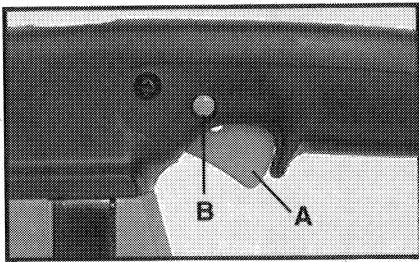

Fig. 5
1. Apriete el gatillo interruptor (A) Fig. 5 para poner en marcha el motor. Suelte el gatillo interruptor para parar el motor.
2. Botón de fijación – Un botón de fijación (B) Fig. 5 se provee para mantener la sierra en marcha sin tener que apretar el gatillo interruptor. Para fijar el gatillo en esta posición, apriete el gatillo hasta su límite y enganche (empuje) el botón y suelte el gatillo.